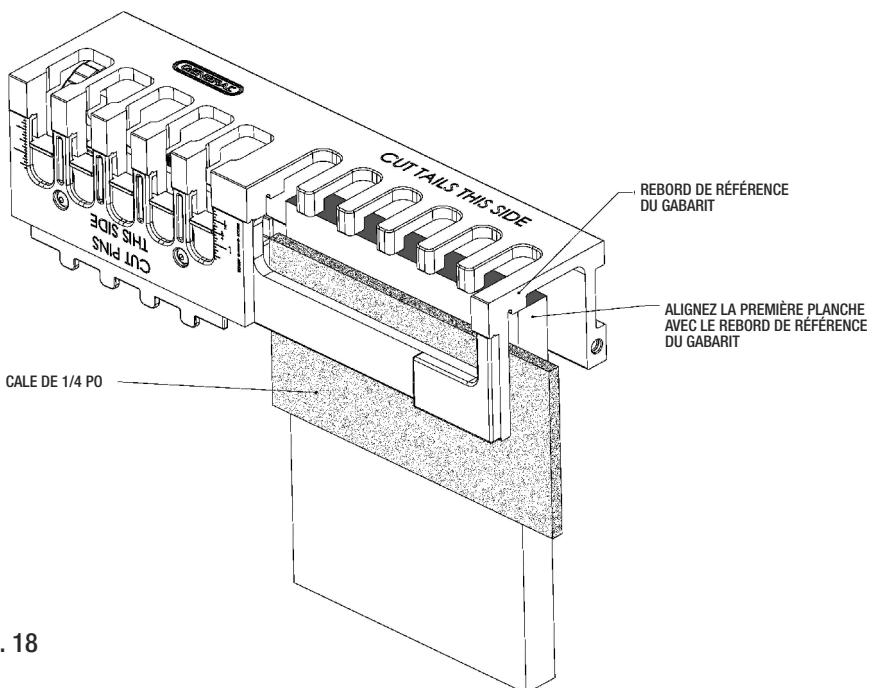

FIG. 18
2. Insérez la première planche dans la section des « QUEUES » du gabarit à queue d'aronde en ajoutant une cale d'une épaisseur de $\frac{1}{4}$ po pour éloigner la planche de la partie arrondie du gabarit. (FIG. 18)
3. Alignez un bout de la planche de façon à ce qu'elle sera coupée au rebord extérieur du gabarit. (FIG. 18)